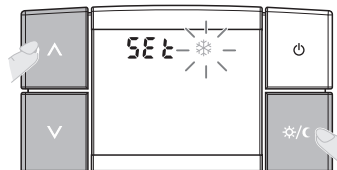

fig. 24
- Appuyer brièvement sur la touche **☀️/☾** pour passer à la fonction suivante (exemple sur la fig. 24).